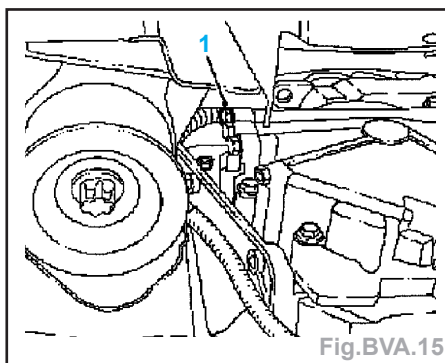

Fig.BVA.15
- Dévisser la vis de fermeture (1) (Fig.BVA.15).